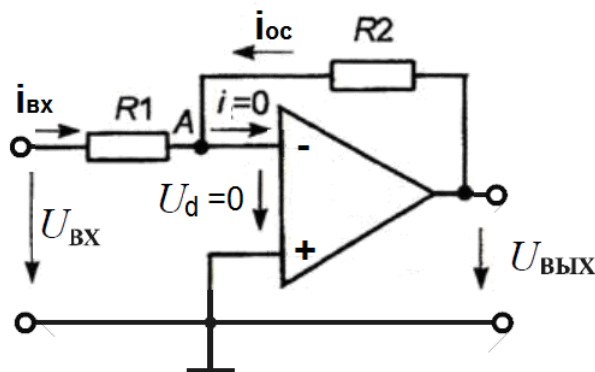

Рис. 5. Инвертирующий ОУ с отрицательной обратной связью
На рис. 5 представлена схема усилителя с отрицательной обратной связью, в которой входной сигнал подается на инвертирующий вход ОУ, а неинвертирующий вход присоединен к общему проводу. Для случая глубокой отрицательной обратной связи $U_d \approx 0$, следовательно напряжение в точке А будет $U_A \approx 0$.
Знак минус в формуле (7) показывает, что схема на рис. 5 является инвертирующим усилителем напряжения с коэффициентом